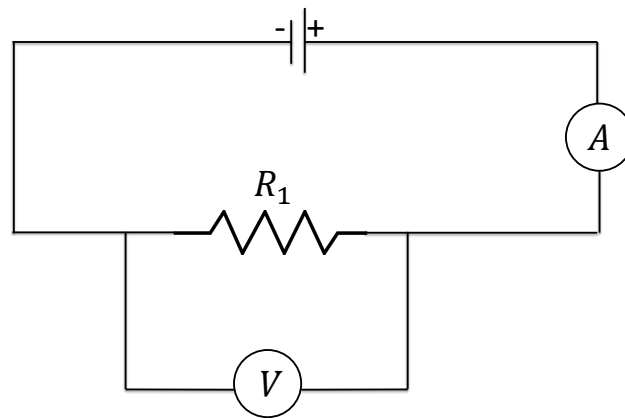

Figure 4
1. Montez le circuit de la Figure 4, ci-dessus.